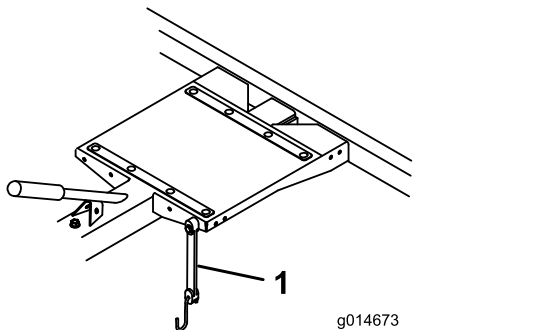

図 15
4. また、ゴム製ロープでグリーンズマスターをトレーラに固定して搬送するようにしてください。図 15。運搬するグリーンモアの種類に合わせて、ゴムロープの取り付け位置を選んでください。